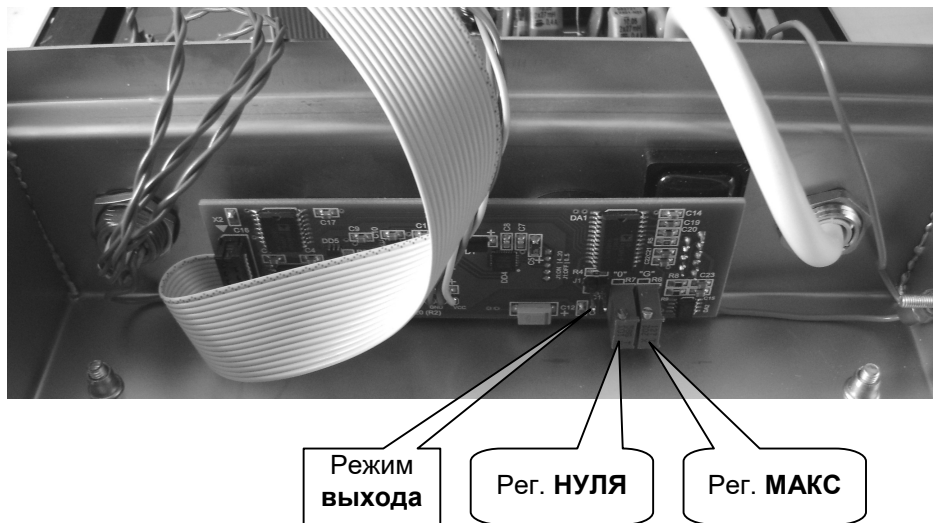

Рис. 31.1. Интерфейсный модуль Преобразователя
- снимите с преобразователя заднюю крышку и найдите внутри Преобразователя интерфейсный модуль. Внешний вид интерфейсного модуля изображён на Рис. 31.1;
- для установки требуемого режима работы аналогового выхода установите джампер «Режим выхода» (см. Рис. 31.1) в соответствующее состояние:
- снимите с преобразователя заднюю крышку и найдите внутри Преобразователя интерфейсный модуль (см. Рис. 31.1 на стр. 28);
Вращая ротор резистора «Рег. **НУЛЯ**» (см. Рис. 31.1 на стр. 28) и контролируя уровень сигнала на аналоговом выходе по показаниям внешнего измерительного прибора, добейтесь равенства показаний внешнего измерительного прибора минимальному значению для установленного режима работы выхода.